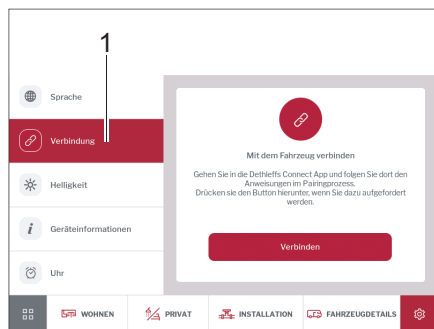

Fig. 270 Collegamento
- Digitare il pulsante *Collegamento* (Fig. 270,1). Viene visualizzata un'istruzione operativa che consente di collegare il dispositivo mobile al veicolo, vedi anche capitolo 9.17.1.